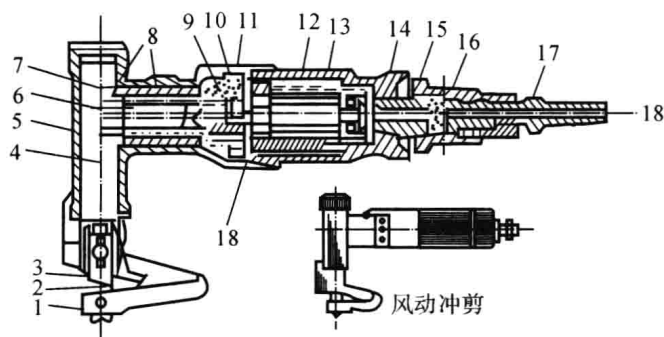
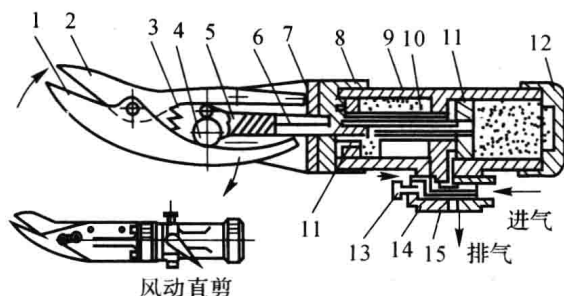

图 1.9 手提式气动(振动)剪(风动冲剪)
图 1.10 气动剪(风动直剪)
(4)手提式气动剪。手提式气动剪属于半机械化的手剪工具,构造原理和风钻相同,仅在头部将转动通过偏心轴变成刀刃的高速往复运行,与固定下刀刃配合进行剪切,剪切厚度可达 2.5 mm,如图 1.9 和图 1.10 所示。